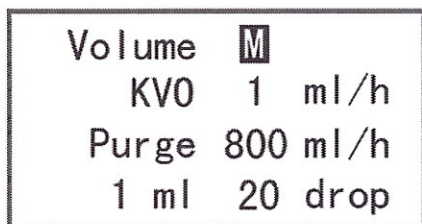

Fig.1.3
- Presionar  de nuevo para ingresar a la interface de la Fig.1.3;